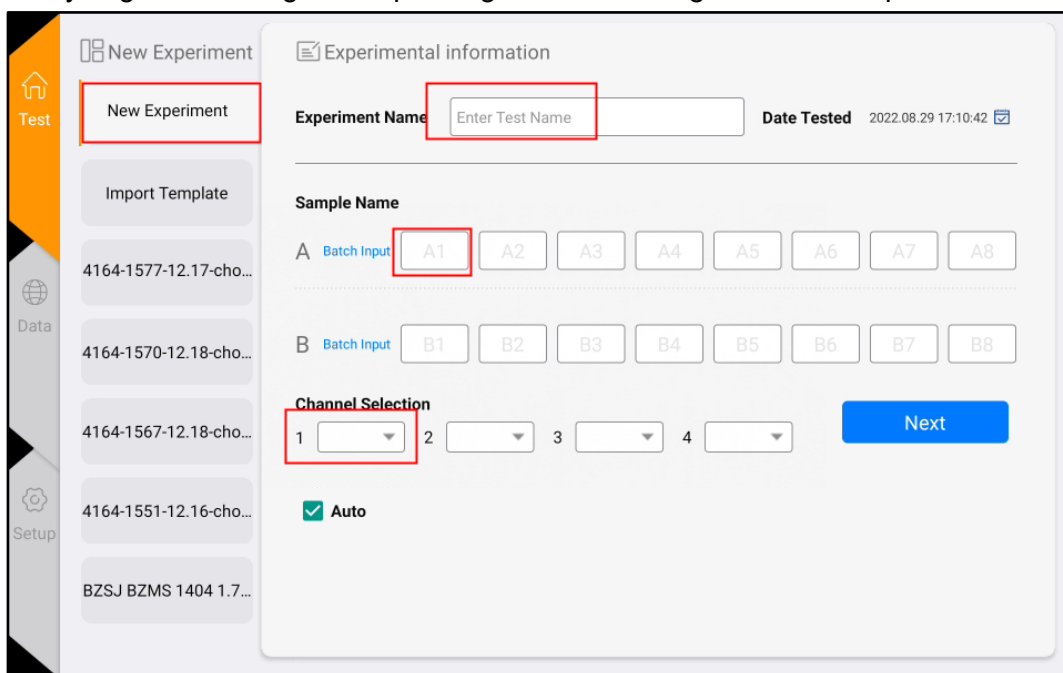
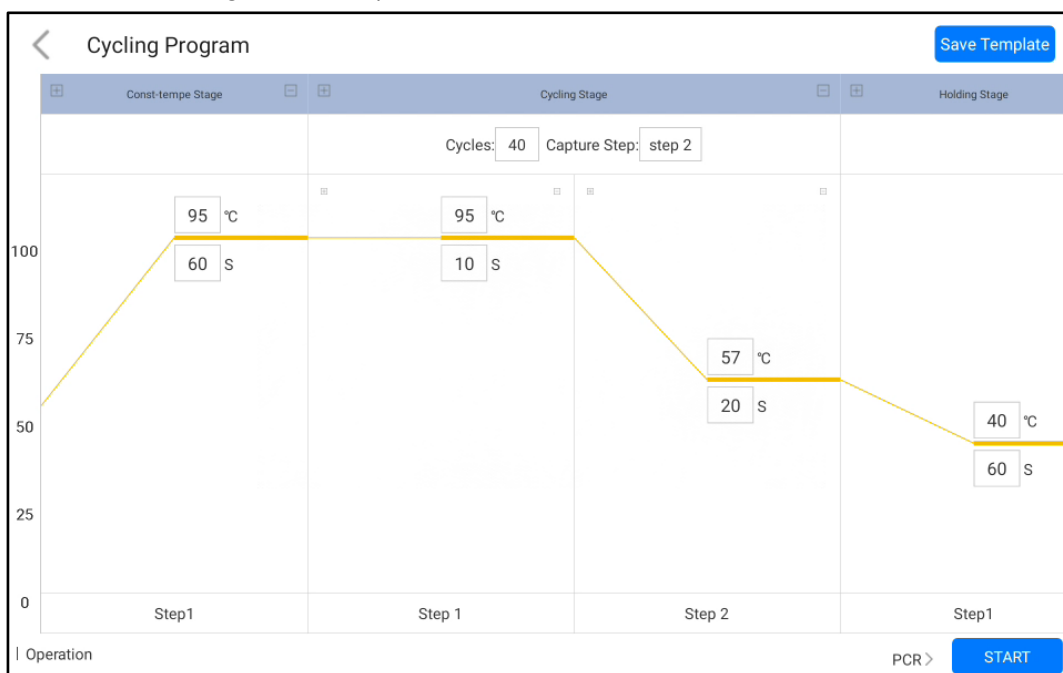

Figura 4-2-1 Interfaz de nuevo experimento
Figura 4-2-2 Configuración del Experimento 2
- 1) En la interfaz de Test, haga clic en <Nuevo Experimento> (Figura 4-2-1), el panel derecho muestra la Configuración del Experimento 1. En la Configuración del Experimento 1 (Figura 4-2-2), ingrese el nombre del experimento, seleccione el canal correspondiente, elija la posición de los pocillos e ingrese la información de la muestra, etc., y haga clic en "Siguiente" para ingresar a la Configuración del Experimento 2.